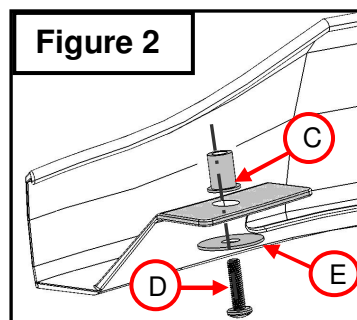

Figure 2
3. Fixez la quincaillerie incluse au protecteur de capot (**Figure 2**). Marquez les trous en utilisant un marqueur et en se référant aux fentes du protecteur de capot Putco.